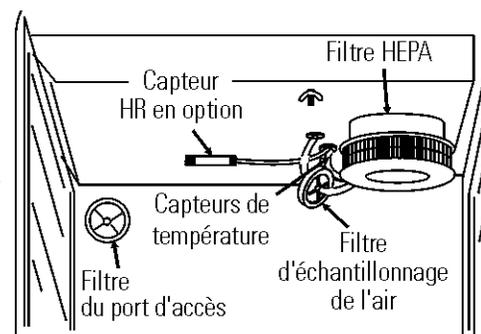

Figure 5-1. Emplacement du capteur et du filtre
2. Retirez les étagères, le filtre du port d'accès et les panneaux latéraux. Retirez les capteurs de température et la tubulure du filtre d'échantillonnage de l'air à l'arrière de la spirale du ventilateur. Si l'unité est équipée du capteur de HR en option, déclipsez-le du conduit supérieur. Voir Figure 5-1.